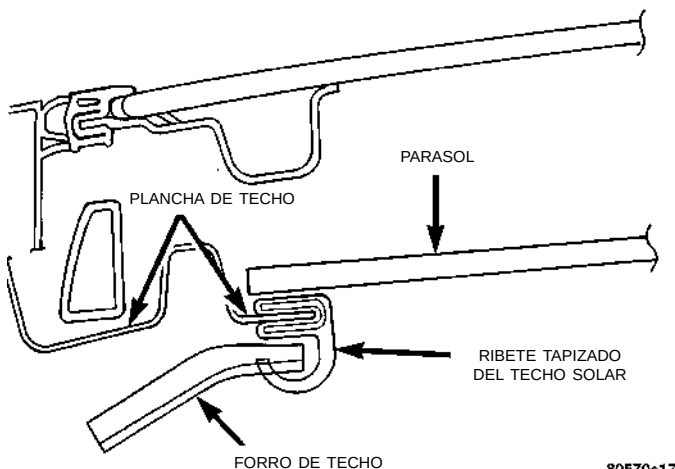
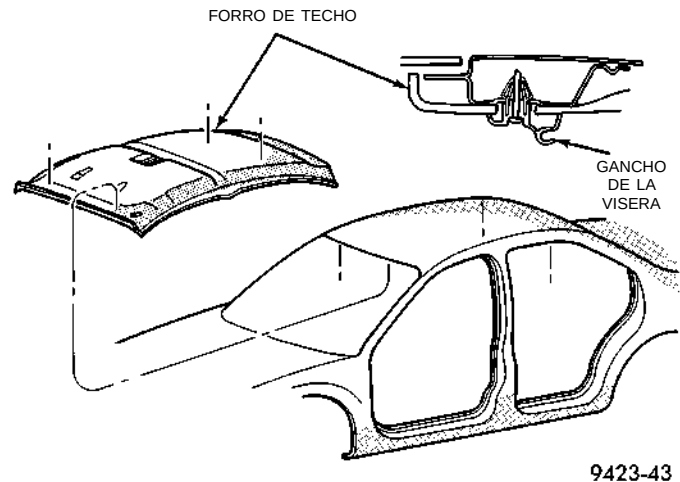

Fig. 69 Ribete tapizado de la abertura del techo solar
Fig. 70 Forro de techo
- (2) Desacople el conector del cable del espejo de cortesía iluminado, si el vehículo lo tiene instalado.
- (3) Separe las viseras del vehículo.
- (4) Retire las cubiertas tapizadas del parante A.
- (5) Retire los paneles tapizados del parante B, si el vehículo tiene 4 puertas.
- (6) Retire los paneles del cuarto trasero (superior).
- (7) Retire los asideros, si el vehículo los tiene instalados.
- (8) Retire los ganchos de las viseras.
- (9) Retire las perchas, si el vehículo tiene 4 puertas.
- (10) Si el vehículo tiene instalado techo solar:
- (b) Retire el ribete tapizado alrededor de la abertura del techo solar (Fig. 69).
- (11) Retire el sujetador de presión en la parte trasera del forro de techo.
- (12) Desacople el conector del cable de la luz de techo, en la parte trasera del forro de techo.
- (13) Retire el sujetador de presión que sujeta el cableado al parante C.
- (14) Retire el forro de techo a través de la abertura de la puerta (Fig. 70).
- (2) Instale los ganchos de las viseras.
- (3) Instale las perchas, si el vehículo tiene 4 puertas.
- (4) Instale el sujetador de presión en la parte trasera del forro de techo.
- (5) Instale los asideros, si el vehículo los tiene instalados.
- (6) Instale el sujetador de presión que fija el cableado del forro de techo al parante C.
- (7) Acople el conector del cable de la luz de techo, en la parte trasera del forro de techo.
- (8) Si el vehículo tiene instalado techo solar:
- (d) Instale el ribete tapizado alrededor de la abertura del techo solar (Fig. 69).
- (9) Instale el panel tapizado del cuarto trasero (superior).
- (10) Instale los paneles tapizados del parante B, si el vehículo tiene 4 puertas.
- (11) Instale las cubiertas tapizadas del parante A.
- (12) Instale las viseras, el conector del cable del espejo de cortesía iluminado, si el vehículo lo tiene instalado, y los tornillos que sujetan las viseras a la plancha superior del techo.